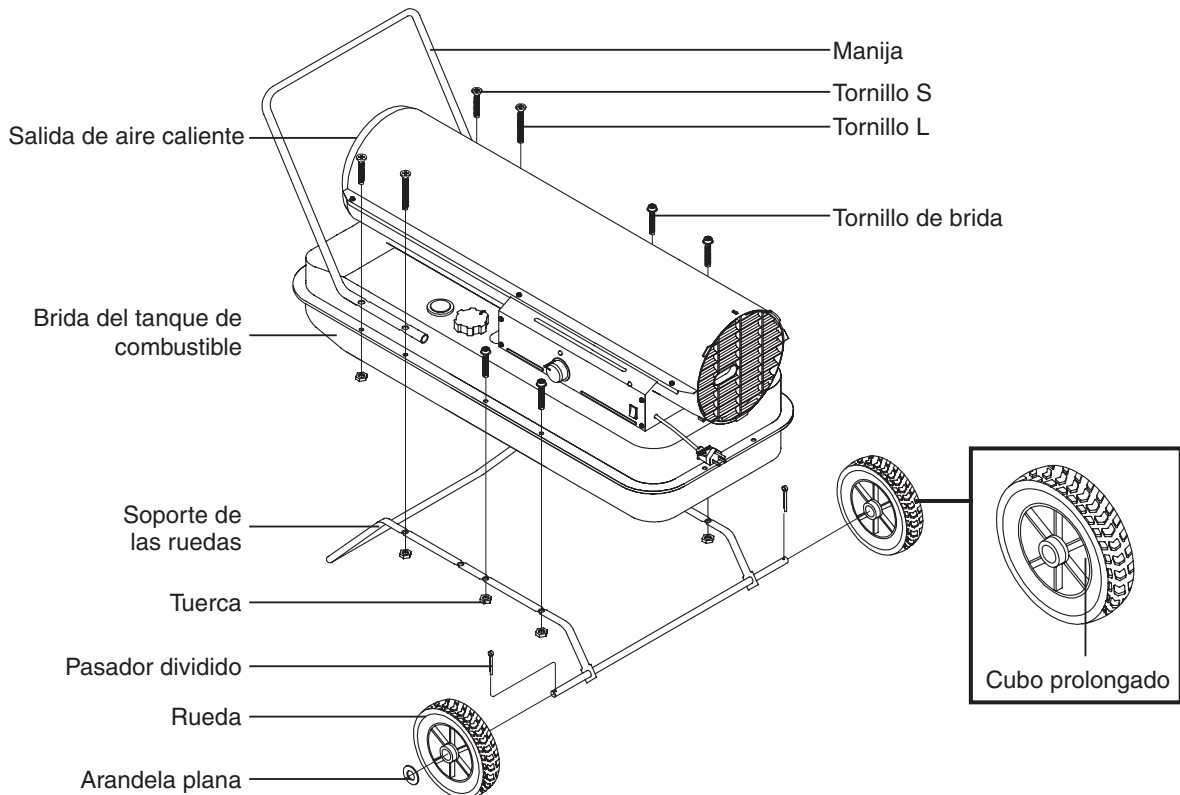

Figura 7. Ensamblaje de rueda y manija, MODELO DFA-125T ÚNICAMENTE
NOTA: Cuando instale las ruedas, oriente el cubo prolongado de las ruedas hacia la estructura de soporte de las ruedas. (Ver Figura 7)
4. Coloque la manija sobre la brida del tanque de combustible. Inserte los tornillos a través de las manijas, de la brida del tanque de combustible y de las estructuras de soporte de las ruedas como se ilustra en la Figura 7 y fije la tuerca ajustándola con los dedos después de insertar cada tornillo.